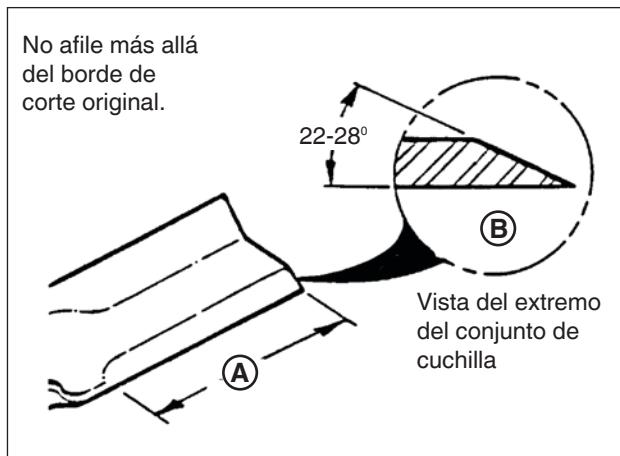

Figura 22: Afilado de la cuchilla del cortacésped
- Afile la cuchilla con una lima a un ángulo que oscile entre los 22 y los 28 grados (B, Figura 22). NO afile la cuchilla más allá del borde de corte original (A).